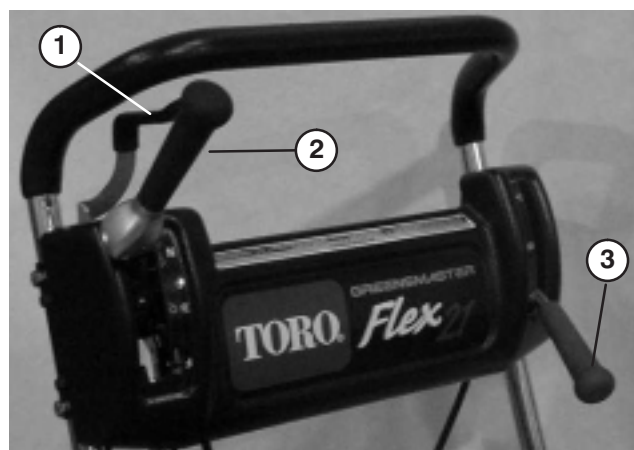

Figure 23
La manette d'accélérateur (Fig. 23) se trouve à droite à l'arrière du panneau de commande. Elle est reliée au carburateur et commande le régime moteur. Le régime moteur peut varier de 2400 à 3600tr/min.
Le levier de commande de déplacement et du cylindre (Fig. 23) se trouve à droite à l'avant du panneau de commande. Le levier de commande de déplacement a deux positions : point mort et marche avant. Poussez le levier en avant pour engager la transmission aux roues.
Le frein de service/stationnement (Fig. 23) se trouve à gauche à l'avant du panneau de commande. Le frein sert à ralentir ou à arrêter la machine. Il sert aussi de frein de stationnement. Tirez le levier à fond en arrière pour serrer le frein de stationnement. Vous devez desserrer le frein pour pouvoir engager la transmission aux roues.
4. Placez la manette d'accélérateur (Fig. 23) en position de régime maximum.